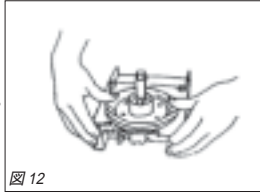

図12
a) ポンプ仕切りの穴にポンプフレーム上のニップルをはめます。そしてポンプ仕切りの淵をポンプチャンバの周りにしっかりと掛けます(図12)。